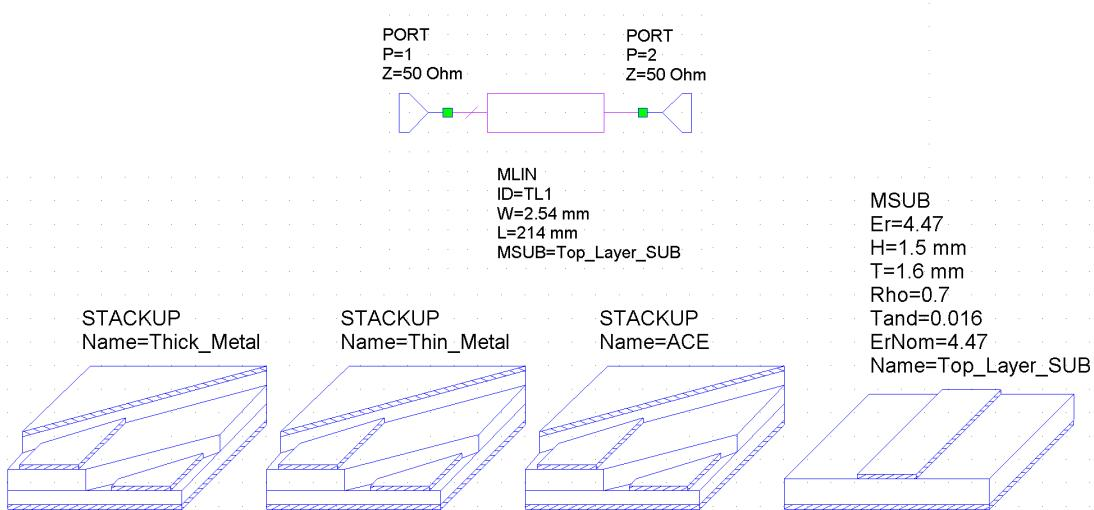

Figura 4: Esquemático para simulación
3. Realice un esquemático de línea de transmisión con dos puertos; tal y como se muestra en la figura 4 Nota: Utilice el elemento de línea de transmisión: MLIN y puertos de interconexión. **NOTA: El modelo de**